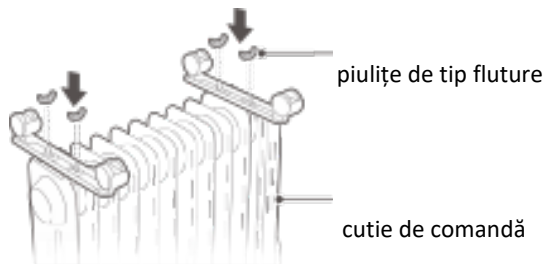

figura 2
3. După cum se arată în figura 2, două seturi de roți sunt strânse cu patru piulițe de tip fluture. Fixați-le bine și apoi așezați caloriferul în poziție normală, punând roțile pe sol.